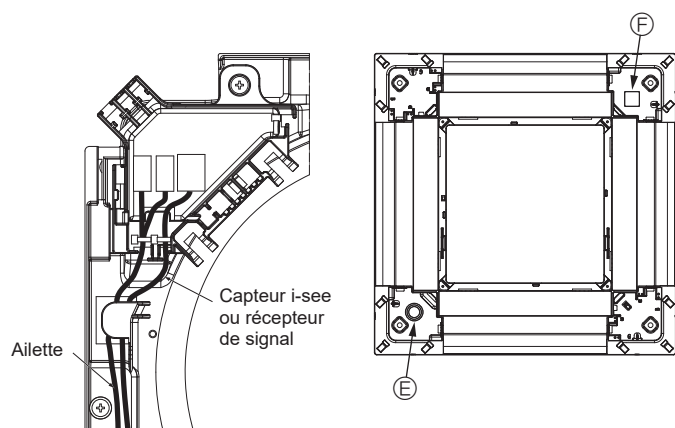

Fig. 5-14
- Faites passer les fils du Capteur i-see et du récepteur de signal comme illustré dans la Fig. 5-14.